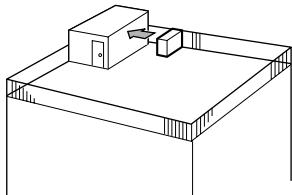

Fig. 2-3
- ① Richten Sie die Luftaustrittsöffnung mit einem Abstand von etwa 50 cm. auf die nächstgelegene Wand aus. (Fig. 2-3)